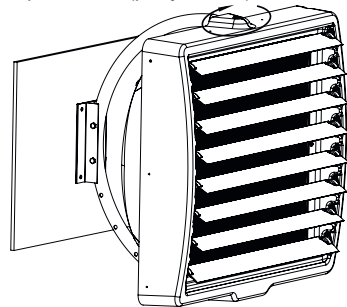

Рис.13
7.13 Диапазон поворота 900 относительно оси крепления (рисунок 13).